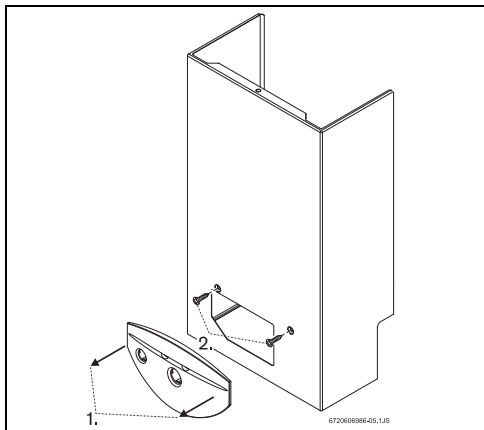

Fig. 10 Retirada de la parte frontal
- ▶ Retire el panel de mandos del aparato. Para ello, basta con empujarlo ligeramente hacia sí mismo (Fig. 10, [1]).
- ▶ Afloje los dos tornillos (Fig. 10, [2]).
- ▶ Retire la parte frontal del aparato (→ véase Fig. 10).
- ▶ Presione simultáneamente las pestañas (A) y tire de la caja de mando.